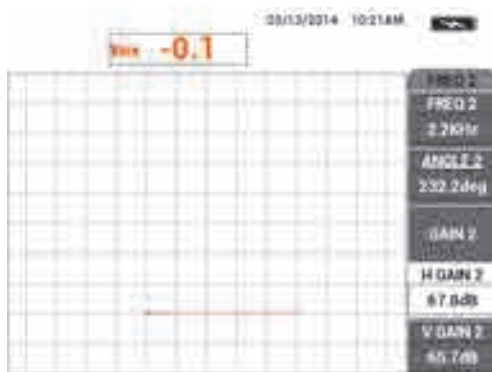

Рис. 5-130 Настройка значения H GAIN 2
31. Плотно прижимая ПЭП к визитной карточке, настройте горизонтальное усиление H GAIN 2 (клавиша В) так, чтобы смешанный сигнал растянулся на 5 делений по горизонтали от нулевой точки (см. Рис. 5-130 на стр. 224).